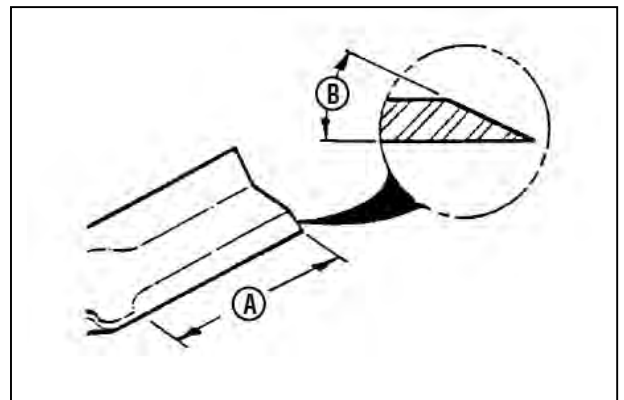

図 8-13 ブレード先端角度
5. 良品ブレードの刃先角度は22~28度(図 8-13のB)です。この角度より小さく研磨しないでください。